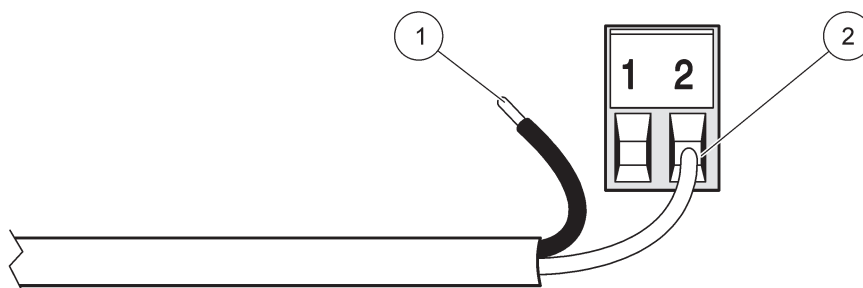
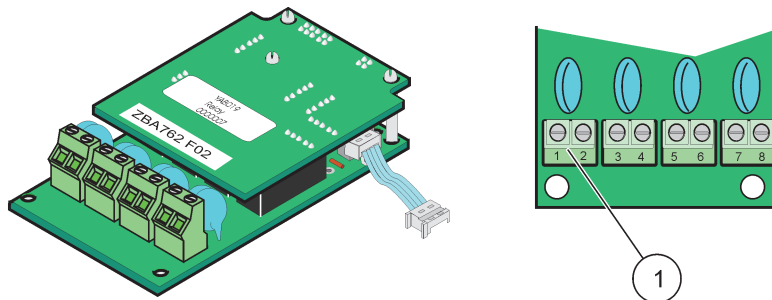
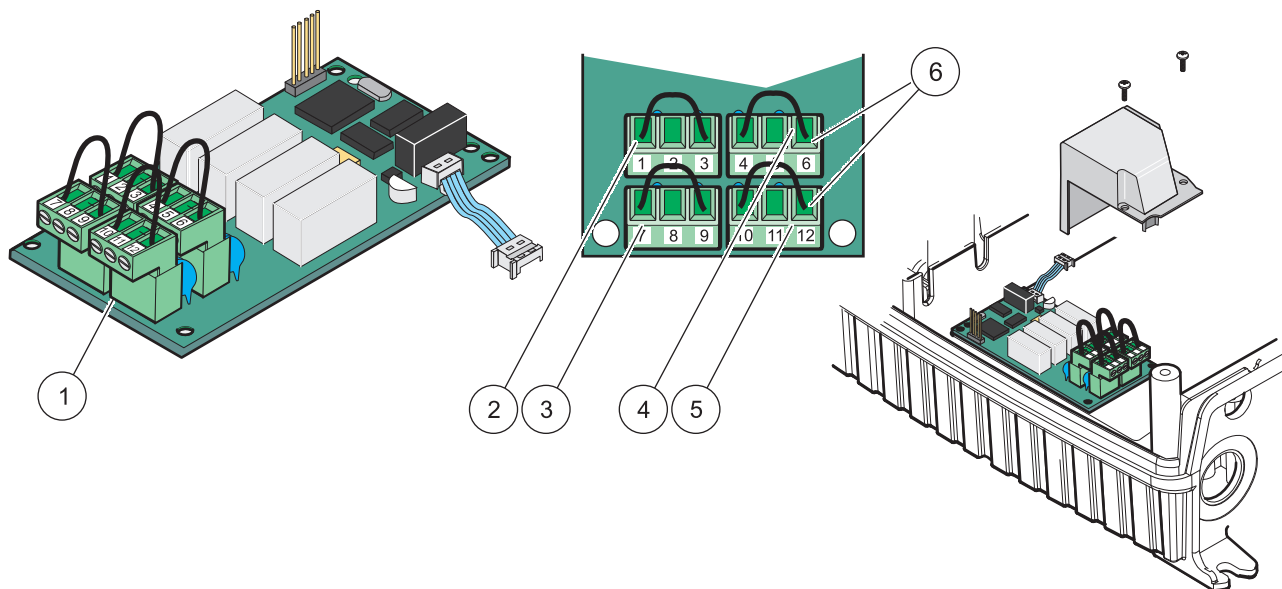

Bild 19 Richtige Verkabelungsvorbereitung und -einführung.
Bild 20 Relaiskarte (Auslaufmodell, bis 2008 im Verkauf)
Bild 21 Relaiskarte (YAB076, Überkreuz)
5. Führen Sie das Kabel durch den Modulboden und legen Sie jeden Draht ordentlich auf die Klemme (Bild 19) entsprechend Bild 20/Tabelle 3 und Bild 21/Tabelle 4. Nach jeder Einführung leicht ziehen, um sicherzustellen, dass die Verbindung sicher ist.